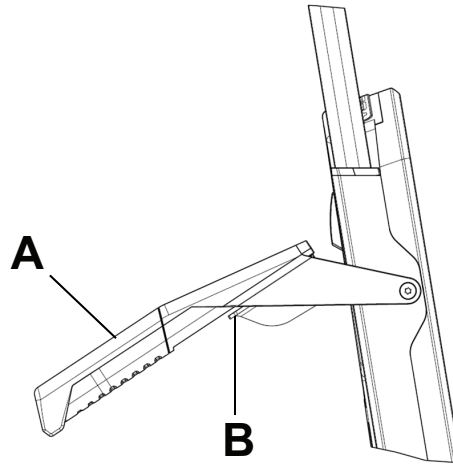

Figura 34 – Bajar las asas de transporte abatibles del extremo de la cabeza
1. Levante el asa de transporte abatible del extremo de la cabeza (A) (Figura 34).
2. Tire hacia usted del disparador rojo del asa (B) con el dedo (Figura 34).